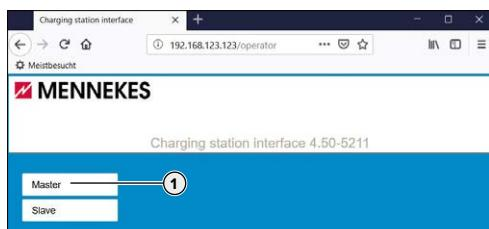

Fig. 21: Page de sélection : Master - Slave
- ➔ «Fig. 21: Page de sélection : Master - Slave»